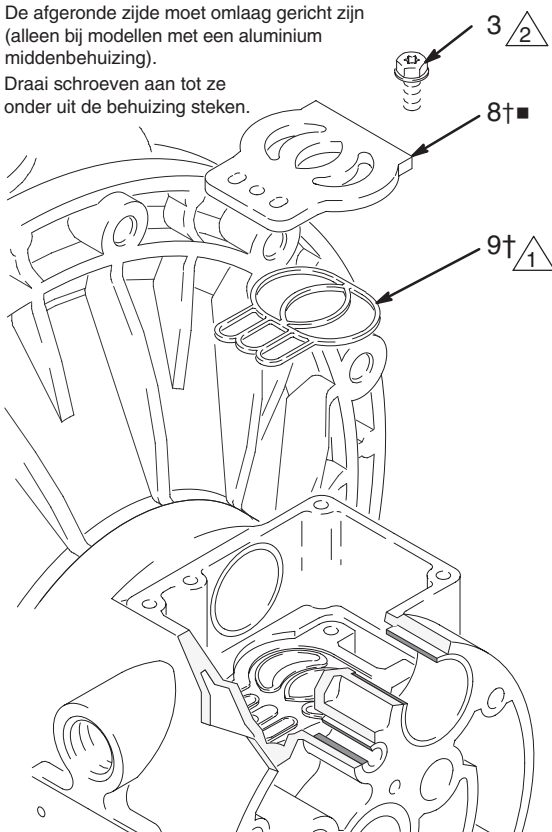

Fig. 9
5. Inspecteer de ventielplaat (8■) zonder die te verwijderen. Indien de plaat beschadigd is, gebruikt u een Torx (T20) schroevendraaier of inbussleutel van 7 mm om de drie schroeven (3) te verwijderen. Verwijder de ventielplaat (8■) en, bij modellen met een aluminium middenbehuizing, de dichting (9†). Zie Fig. 9.
2. Plaats bij modellen met aluminium middenbehuizing de afdichting (9†) van de ventielplaat in de uitsparing onderin de klepholte. De afgeronde kant van de afdichting **moet naar beneden** in de groef zijn gericht. Zie Fig. 9.
3. Plaats de ventielplaat (8■) in de holte. De plaat bij modellen met aluminium middenbehuizing is omkeerbaar, dus het maakt niet uit welke kant omhoog ligt. Zet de drie schroeven (3) vast met behulp van een Torx (T20) schroevendraaier of een inbussleutel van 7 mm. Draai ze aan tot ze onder de behuizing uitsteken. Zie Fig. 9.